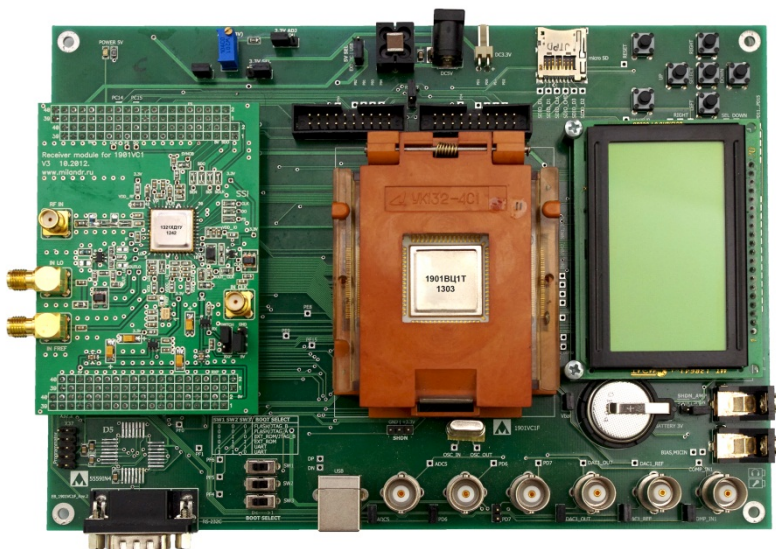

Рис.2 Подключение к демонстрационной плате для двухъядерного процессора 1901ВЦ1Т
- подключение к демонстрационной плате для двухъядерного процессора 1901ВЦ1Т (рис. 2);
- к демонстрационной плате 1901ВЦ1Т (рис. 2) (X5.1, X5.2, X6.1, X6.2);